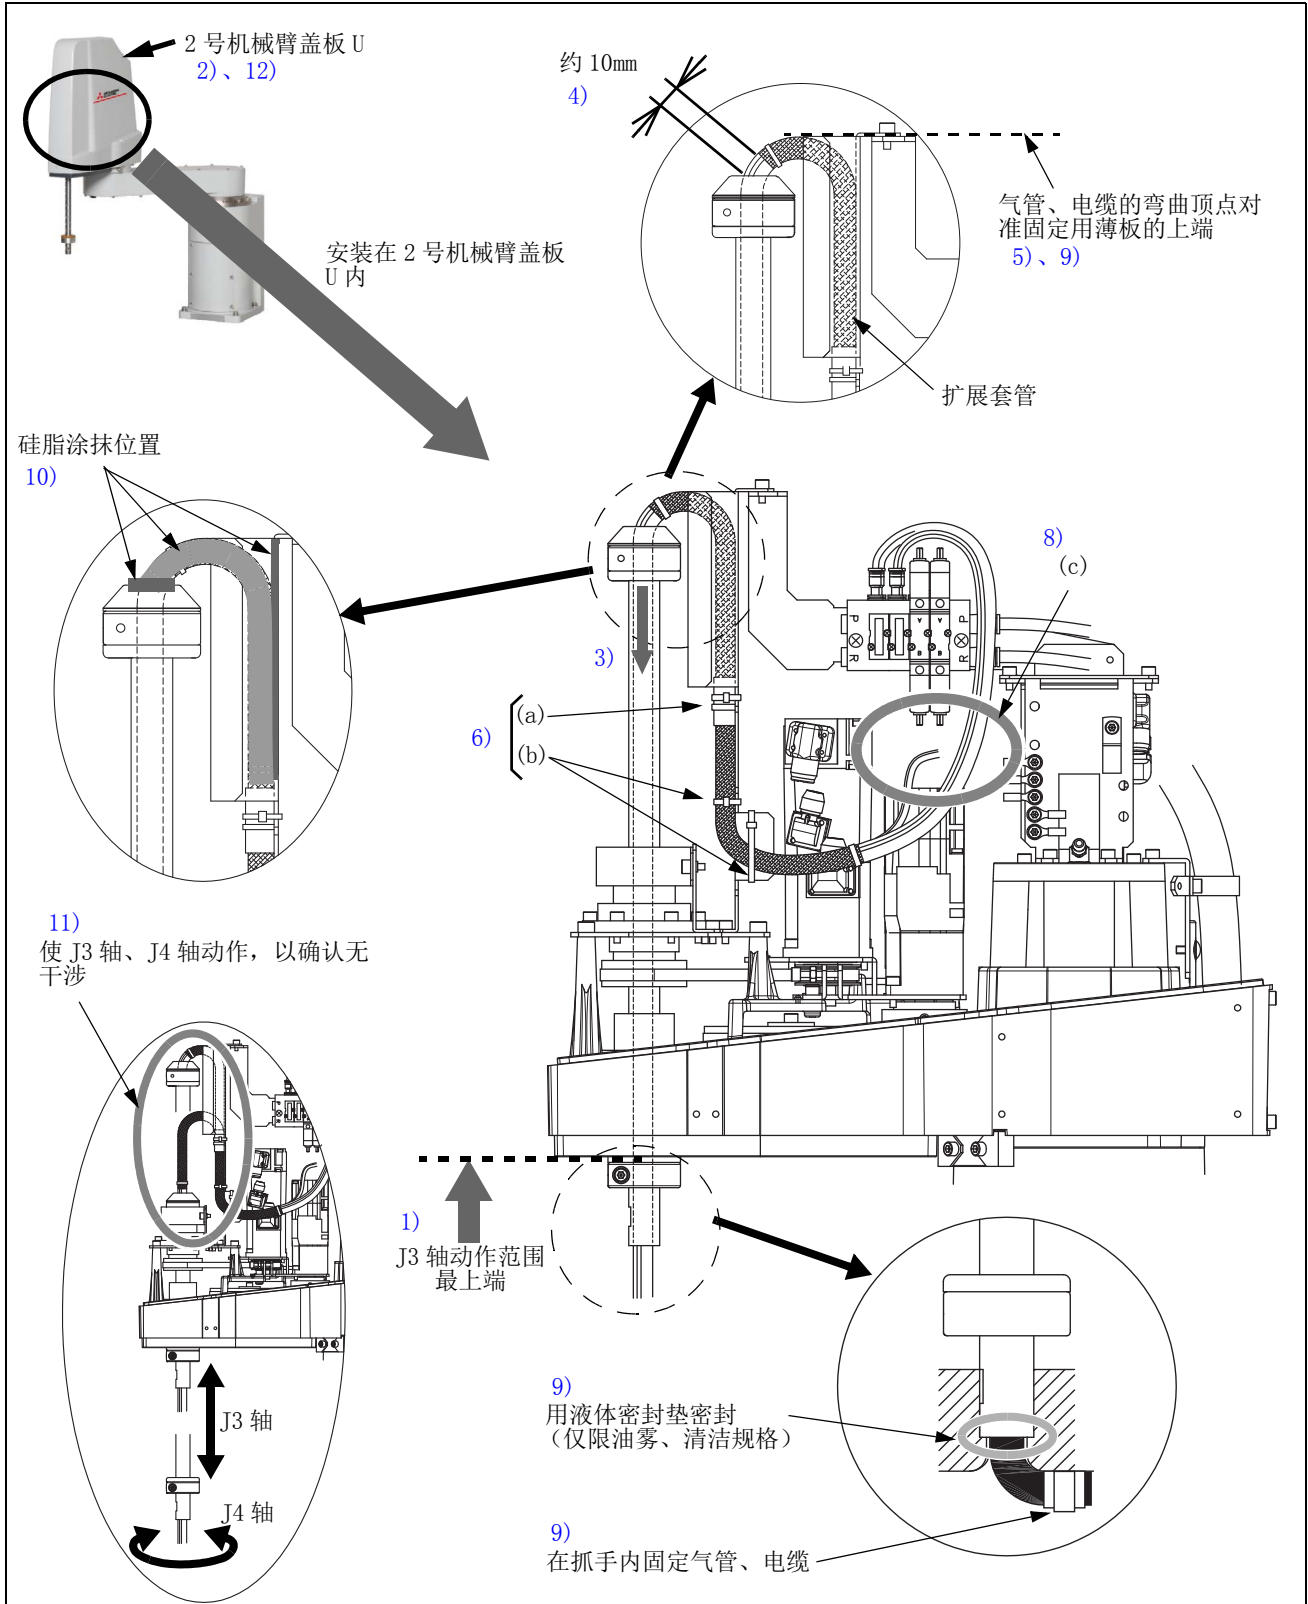

图 2-16: 气管、电缆的内置方法 (RH-3FRH 系列)
请参阅第 31 页的“(3) 安装步骤”，正确进行作业。图 2-16 中的编号 1) ~ 12) 对应“(3) 安装步骤”的编号。